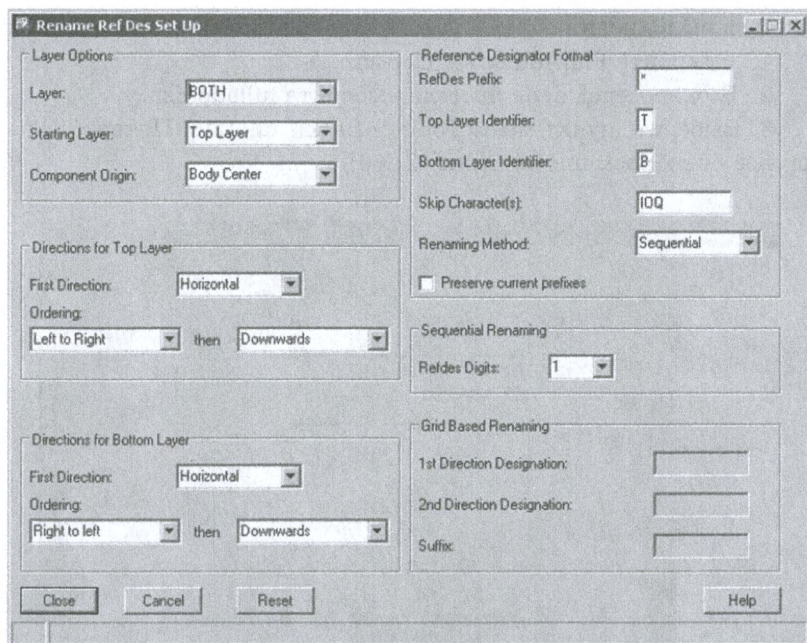

Рис. 21.59. Установки автоматического переименования
3. Нажмите кнопку More. Появится диалоговое окно Rename Ref Des Set Up, на котором вы установили все параметры ссылок названий (рис. 21.59).